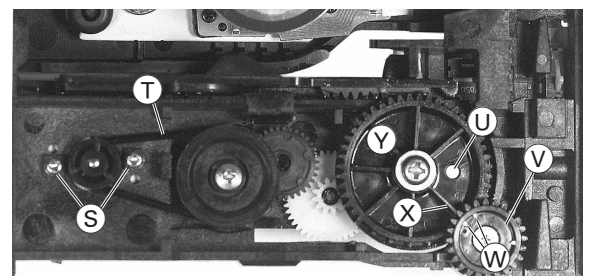

Fig. 10
- Zahnrad **Ⓨ** (Fig. 10) bis Anschlag im Uhrzeigersinn drehen.
- Zahnrad **Ⓨ** (Fig. 10) entgegen dem Uhrzeigersinn drehen bis das Loch **Ⓤ** des Zahnrades dem Loch des Chassis gegenüber steht. Des Weiteren muss zwischen den beiden Markierungen **Ⓦ** des Zahnrades **Ⓥ** der schmale Steg **ⓧ** des Zahnrades **Ⓦ** gegenüber stehen.
- Riemen **Ⓣ** (Fig. 10) abnehmen.
- 2 Schrauben **Ⓢ** (Fig. 10) herausdrehen und Lademotor herausnehmen.
- Turn the toothed wheel **Ⓨ** (Fig. 10) clockwise to its end stop.
- Turn the toothed wheel **Ⓨ** (Fig. 10) counterclockwise until the hole **Ⓤ** of the toothed wheel faces the hole in the chassis. Furthermore, the narrow ridge **ⓧ** of the toothed wheel **Ⓦ** must be located between the two marks **Ⓦ** on the toothed wheel **Ⓥ**.
- Remove the belt **Ⓣ** (Fig. 10).
- Undo the 2 screws **Ⓢ** (Fig. 10) then remove the loading motor.